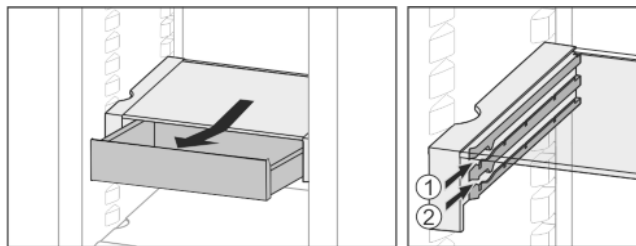

Fig. 23
- ▶ Introduceți la înălțimea dorită Fig. 23 (1) sau Fig. 23 (2).